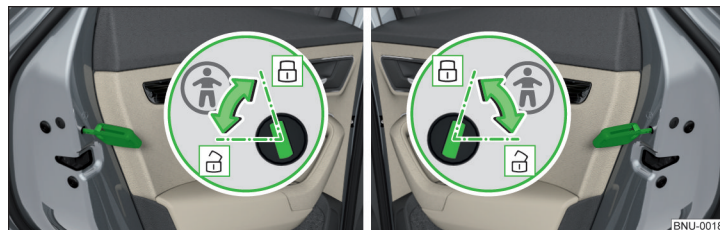

Fig. 47 Puerta posterior: Conectar/desconectar el seguro para niños
- Para **encender**, girar el fusible con la llave del vehículo en la posición  » fig. 47.